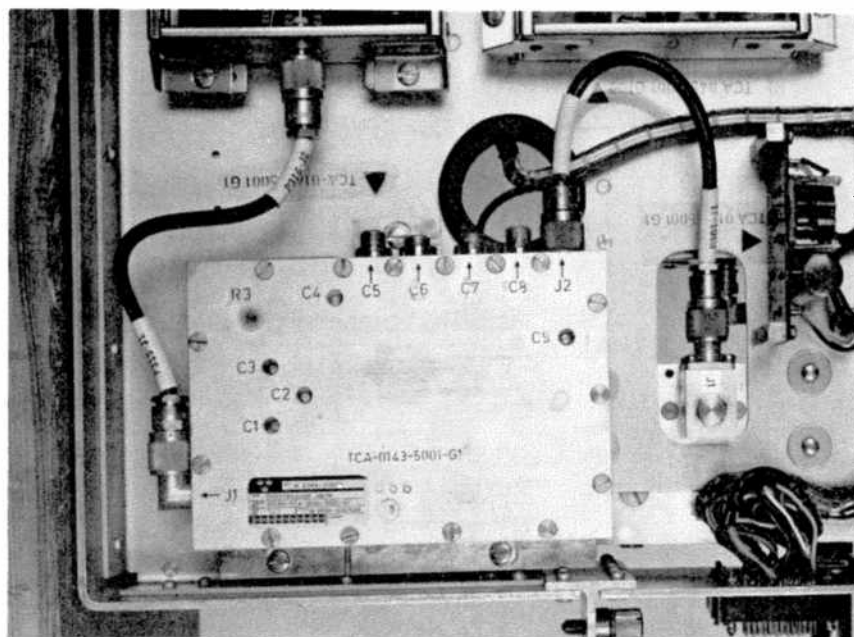

Bild 23
- 4.4.3.4 Om inte kurvan uppfyller kraven enligt avsnitt 4.4.3.2 - 4.4.3.3 trimma i första hand med kondensatorerna C1, C2, C3, C4 motståndet R3 och kondensatorn C9 (se bild 23). Erhålls fortfarande inte en tillfredsställande kurvform, trimma även med kondensatorerna C5, C6, C7 och C8 (C6 påverkar kurvans centrerung mest). Trimma med kondensatorerna C25 och C26 i lokaloscillatorn, för att anpassa lokaloscillatorn till övertonsbildaren 4BCM.